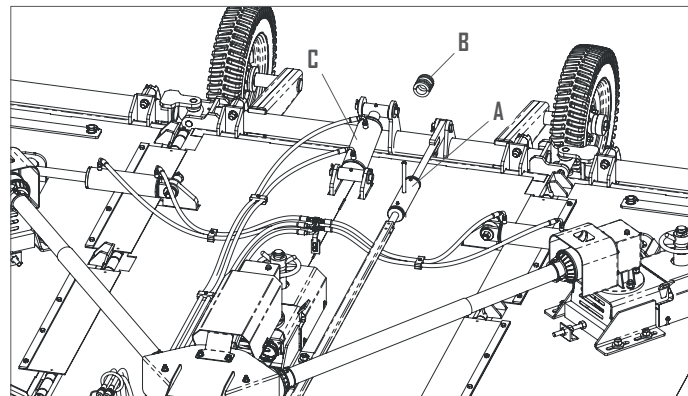

FIGURA 27
Para ajustar o regulador (A), Figura 27, a roçadeira deve estar totalmente abaixada no solo e sem os limitadores (B) no cilindro (C).